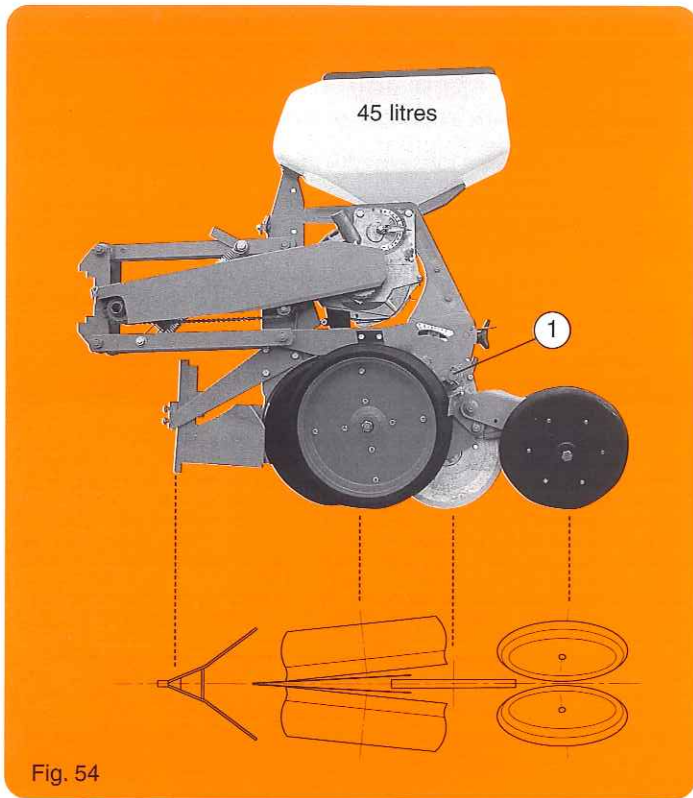

Fig. 54
- Semoir attelé, enlever les roues latérales de jauge avec les bras par les goupilles (1) (fig. 54).
- With planter hitched, remove the side gauge wheels with arms by using the pins (1) (fig. 54).
- Con la sembradora enganchada, quitar las ruedas laterales de nivel con los brazos con los pasadores (1) (fig. 54).